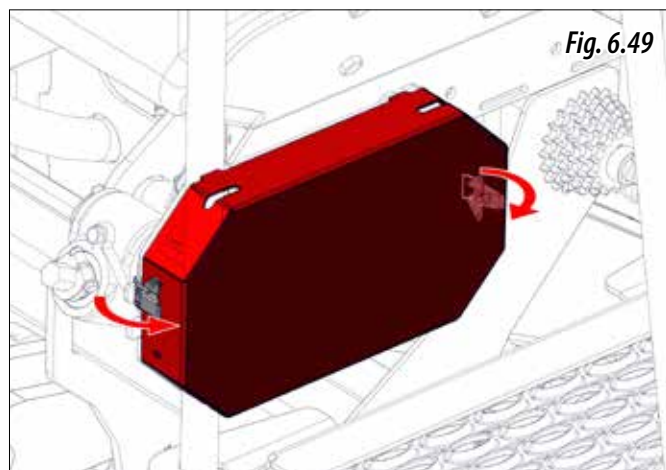

Fig. 6.49
- 5- Montați capacul lanțului, cu ajutorul celor două cleme de fixare (Fig. 6.49)